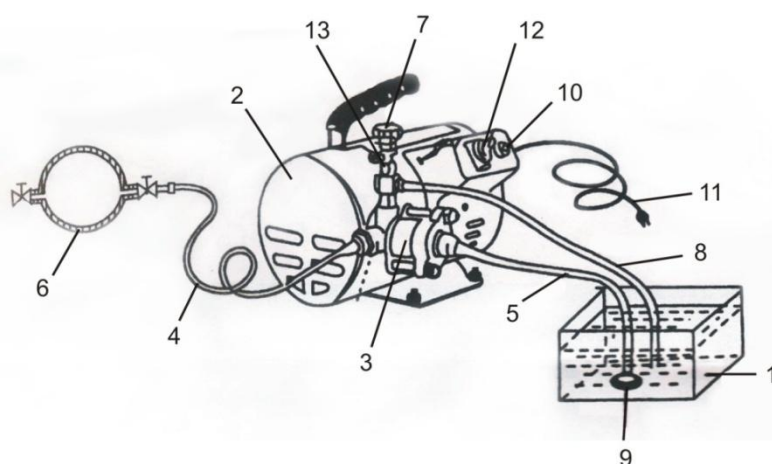

Рис. 1
3.1. Электрический насос для испытаний модели DSY60 (см. рис. 1) состоит из бака **1** (упаковочная тара) или любая подходящая емкость, электронасос **2**, нагнетательный трубопровод (подающий шланг) **4** с регулятором давления **3**, предохранительного клапана давления **13**, всасывающего шланга **5** с фильтром **9** и дренажного шланга **8**.